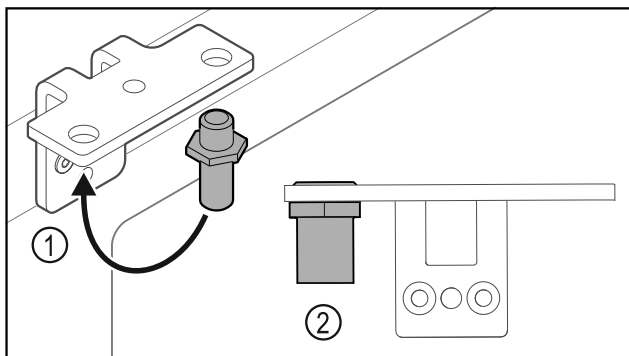

Fig. 17
- Přesaďte čep Fig. 17 (1) v úhelníku závěsu.
- Utáhněte čep Fig. 17 (2) **utahovacím momentem 12 Nm**.